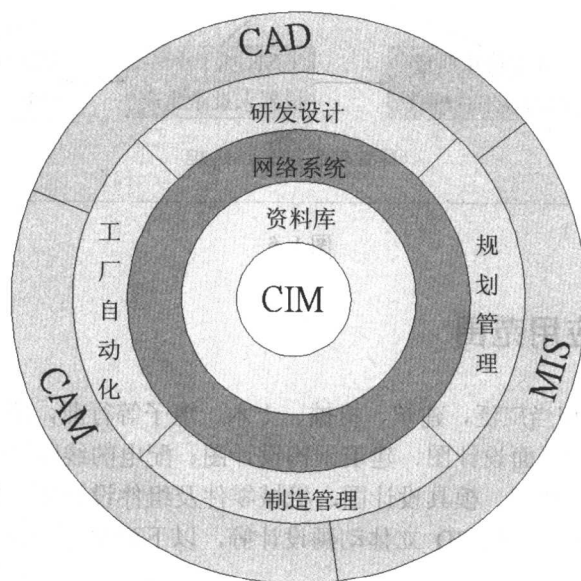

图 1.5
(4) CIM(Computer Integrated Manufacture)计算机一体化制造: CIM 的意义是以 CAD 及 CAM 为主要框架,再辅以 MIS(Management Information System)管理信息系统的结合应用,整合可用资源(数据库),然后利用网络结合各种资源,达到流程充分自动化的目的,如图 1.5 所示。